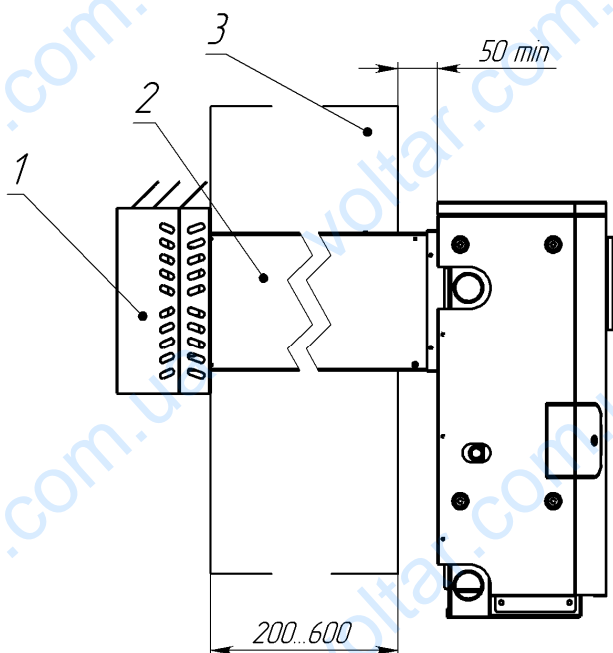

Рисунок 3
7.7 Снаружи к стене здания крепится ветрозащитный кожух 1 (рисунок 3), в который вставляется до упора коаксиальный дымоход 2, который проходит через отверстие в стене 3.